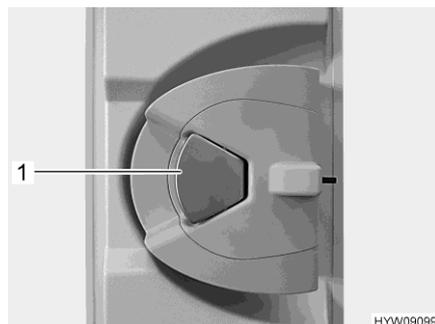

Fig. 37 Serrure de porte (porte cellule, intérieur)
- Quand la serrure de la porte est verrouillée : Tirer une fois sur la poignée de la porte (Fig. 37,1). La porte est déverrouillée.
- Tirer sur la poignée de la porte (Fig. 37,1). La porte est ouverte.
- Appuyer sur la poignée de la porte (Fig. 37,1).